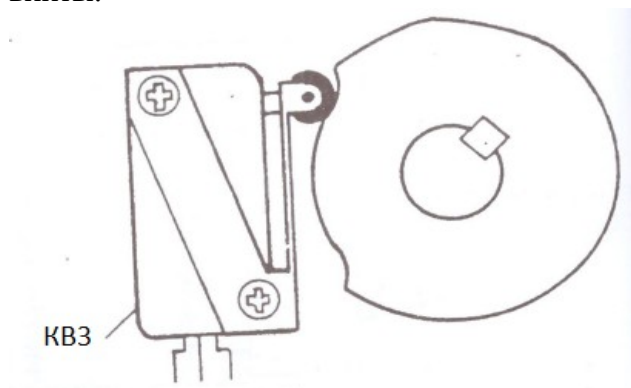

Рисунок 23. KB3
1. Разберите ролики в сборе и удалите грязь. См. рисунок 23.
1. Замените и настройте КВ3, см. рисунок 23.